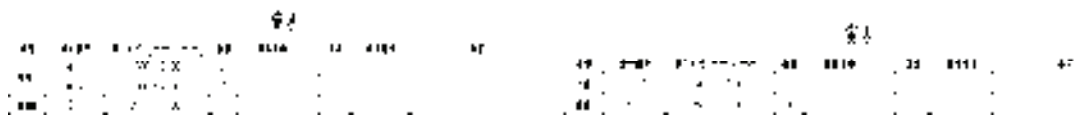

图 8-74 拆分表格
- 4) 单击左键即可将表格拆分，结果如图 8-74 所示。